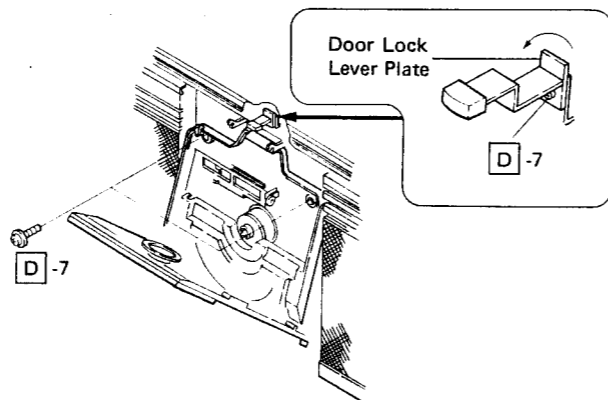

Figure 9-3
7. Remove two screws at the player mechanism. See Fig. 9-3. When taking out the player mechanism, loosen one screw from the door lock lever plate and lay the plate to the left because the door lock lever hitches on the door open button. See Fig. 9-3.
7. Die beiden Schrauben vom Plattenspielermechanismus entfernen. Siehe Abb. 9-3. Beim Herausnehmen des Plattenspielermechanismus eine Schraube von der Türverriegelungshebelplatte lösen und die Platte nach links legen, weil der Türverriegelungshebel in die Taste zum Öffnen der Plattenspieltür eingehakt ist. Siehe Abb. 9-3.
7. Enlever les deux vis du mécanisme du lecteur. Voir la Fig. 9-3. En déposant le mécanisme du lecteur, desserrer la vis de la plaque du levier de blocage de la porte et déplacer la plaque vers la gauche parce que le levier de blocage de la porte s'accroche sur le bouton d'ouverture de la porte. Voir la Fig. 9-3. En déplaçant le mécanisme du lecteur légèrement vers l'avant, enlever les fils du serre-câble et le mécanisme du lecteur peut être enlevé, à ce moment, faire attention à ne pas casser les fils de la PWB-E2 qui reste fixée à l'appareil.